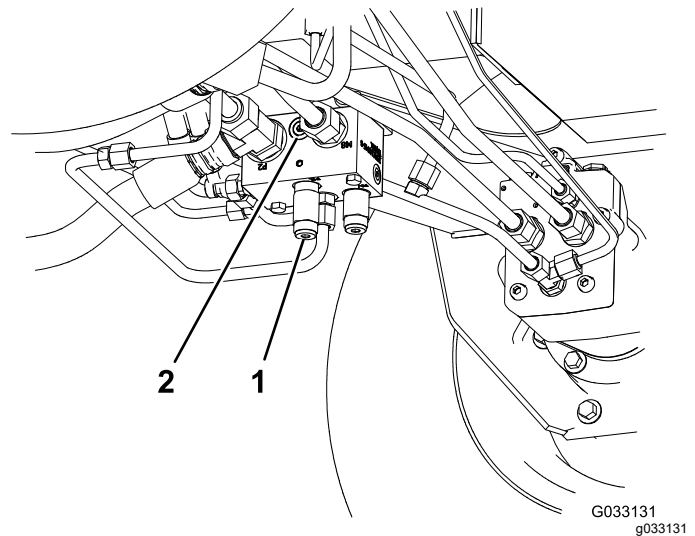

Figura 62
- 95-0985, encaixe do acoplador (2)
- 340-77, encaixe hidráulico (2)
1. Instale um encaixe de diagnóstico na porta não assinalada que se encontra entre as portas M8 e P2 no coletor da tração traseiro (Figura 62).